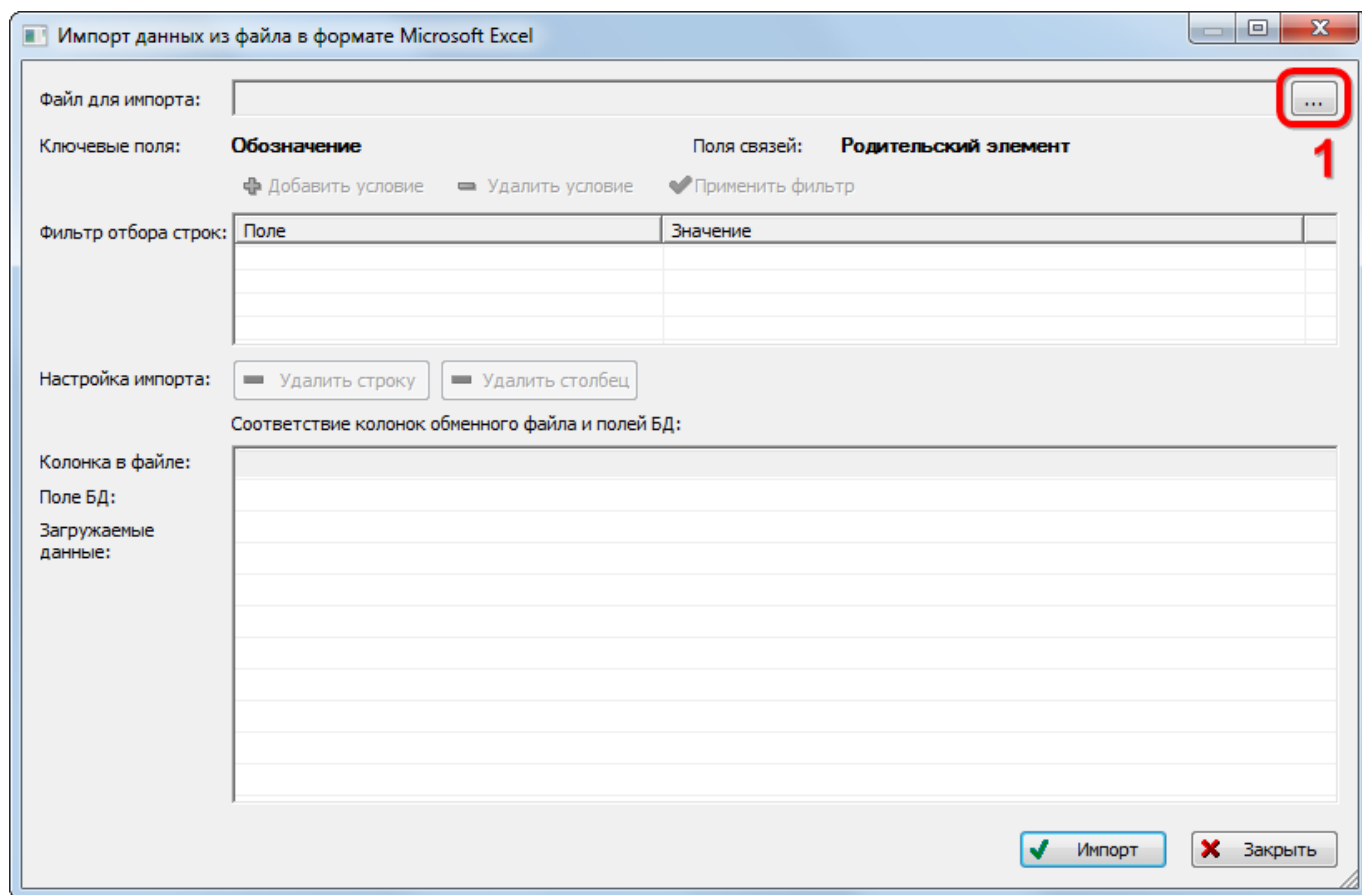

Рис. 9-103 – Окно импорта из файла Excel
Примечание. Уникальность элемента в базе данных определяется по совокупности ключевых полей, которые выводятся в окне импорта из файла *Excel*, приведенного на рис. 9-103.
- 3) В результате откроется окно «Импорт данных из файла в формате Microsoft Excel» (рис. 9-103). Описание назначения полей данного окна приведено в пункте 5.4.6 «Панель «Импорт/экспорт»», стр. 58.
4) Нажать в нем кнопку «Выбрать файл на локальном диске» (1 на рис. 9-103). Откроется стандартное диалоговое окно «Открыть» – выбрать нужный файл и нажать кнопку «Открыть».